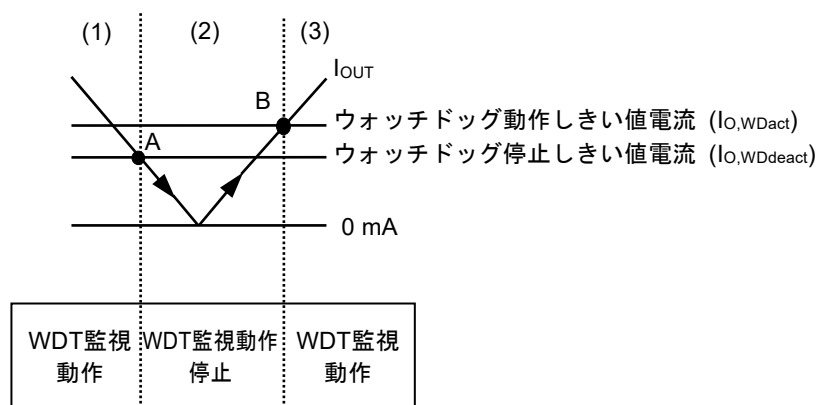

図45 自律ウォッチドッグ動作機能
- (1)レギュレータの I_{OUT} がウォッチドッグ動作しきい値電流 ($I_{O,WDdact}$) 以上で、コンパレータ (C1) の入力電圧 (V_{WDdact}) は基準電圧 (V_{ref}) より高くなり、C1の出力は "H" になります。このとき、ウォッチドッグタイマは監視動作を行います。
- (2) I_{OUT} が低下し、ウォッチドッグ停止しきい値電流 ($I_{O,WDdeact}$) (図45のA点) 以下になると V_{WDdact} は V_{ref} 以下となり、C1の出力は "L" になります。このとき、ウォッチドッグタイマは監視動作を停止します。 I_{OUT} が上昇しても、 $I_{O,WDdact}$ 未満の場合、ウォッチドッグタイマは監視動作を停止したままです。
- (3)さらに I_{OUT} が上昇して $I_{O,WDdact}$ (図45のB点) 以上になると V_{WDdact} は V_{ref} 以上になり、C1の出力は "H" になり、ウォッチドッグタイマは監視動作を開始します。